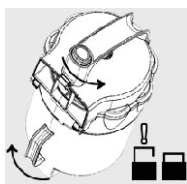

Рис. 16
3. Щоб розблокувати кришку пилозбірника, поверніть її та контейнер як показано на (рис. 16).